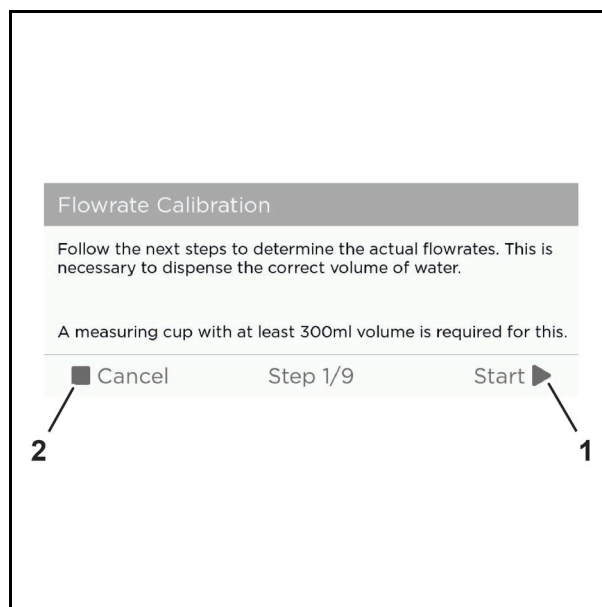

Abb. 64 Beispielgrafik
1. Tippen Sie auf die Schaltfläche "Start" (Abb. 64/1), um mit der Kalibrierung zu beginnen oder "Cancel" (Abb. 64/2), um die Kalibrierung abzubrechen.